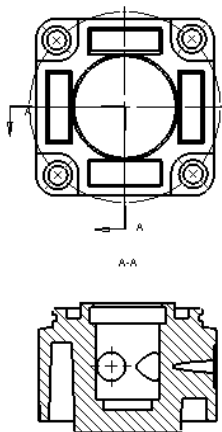

图 9-42 剖视图
(2) 插入剖面视图。单击[工程图] 控制面板上的[剖面视图]按钮，或选择[插入] | [工程图视图] | [剖面视图] 命令，在属性管理器中选择“对齐”切割线；指定切割线位置。拖动剖视图到如图 9-42 所示的适当位置。